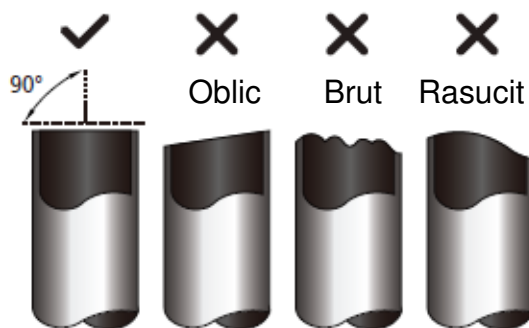

Fig. 5.1
3. Asigurati-va ca teava este taiata la un unghi perfect de 90°. Consultati **Fig. 5.1** pentru a vedea exemple gresite.